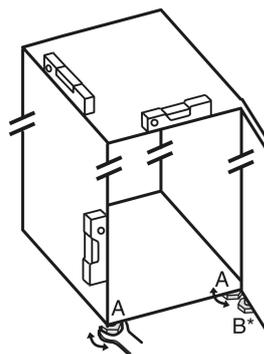

Fig. 5
- ▶ 用随附的开口扳手将垫脚 Fig. 5 (A)借助水平仪旋出，直至稳固、平坦对齐冰箱。
- ▶ 使用随附的开口扳手旋出托架上的垫脚 Fig. 5 (B)，直至垫脚平置于地板。
- ▶ 将垫脚 Fig. 5 (B)继续旋转 90°。